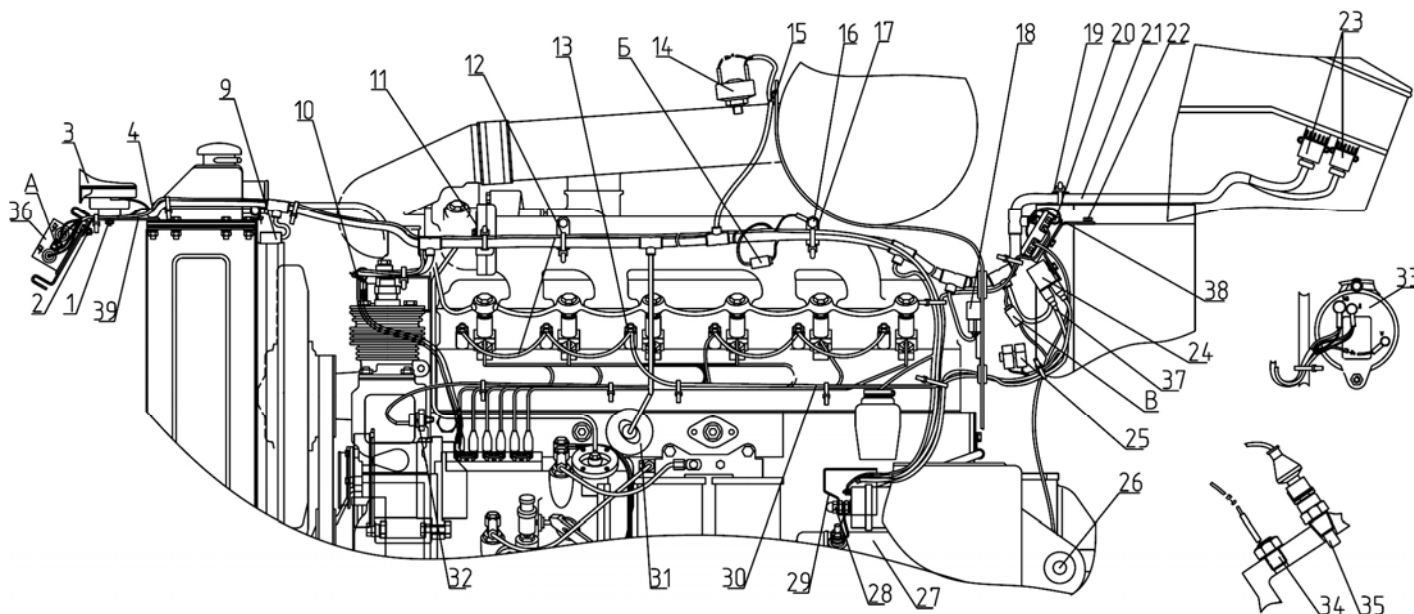

Рисунок 11.1
- 1) отсоедините от генератора 33 (рисунок 11.1) клеммы «14В», «Д» и «W»;
б) для демонтажа жгута 21 (рисунок 11.1) электрооборудования двигателя (система пуска 24 В), выполните все операции указанные в пункте «а» (смотри выше);
в) для демонтажа жгута преобразователя напряжения 4 (рисунок 11.1) (система пуска 24 В) выполните следующее:
Для демонтажа жгута электрооборудования двигателя 21 (рисунок 11.1) выполните операции указанные в пункте «а» раздела 11.1.1 «Демонтаж элементов электрооборудования двигателя (ММЗ) устанавливаемого на тракторах БЕЛАРУС 1221.2/1221В.2»;
Для демонтажа жгута преобразователя напряжения 4 (рисунок 11.1) выполните операции указанные в пункте «в» раздела 11.1.1 «Демонтаж элементов электрооборудования двигателя (ММЗ) устанавливаемого на тракторах БЕЛАРУС 1221.2/1221В.2»;
а) для демонтажа жгута свечей накаливания 30 (рисунок 11.1) выполните следующее: